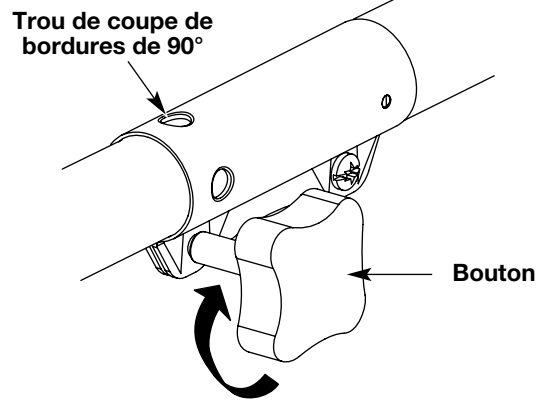

Fig. 17
3. Serrez le bouton en le tournant à droite (Fig. 17).
Pour couper les bordures à l'aide de la tête d'accessoire de coupe sur les modèle Rapid-LinkMC, verrouillez le bouton de déclenchement de l'accessoire de coupe dans le **trou de 90°** (Fig. 17).